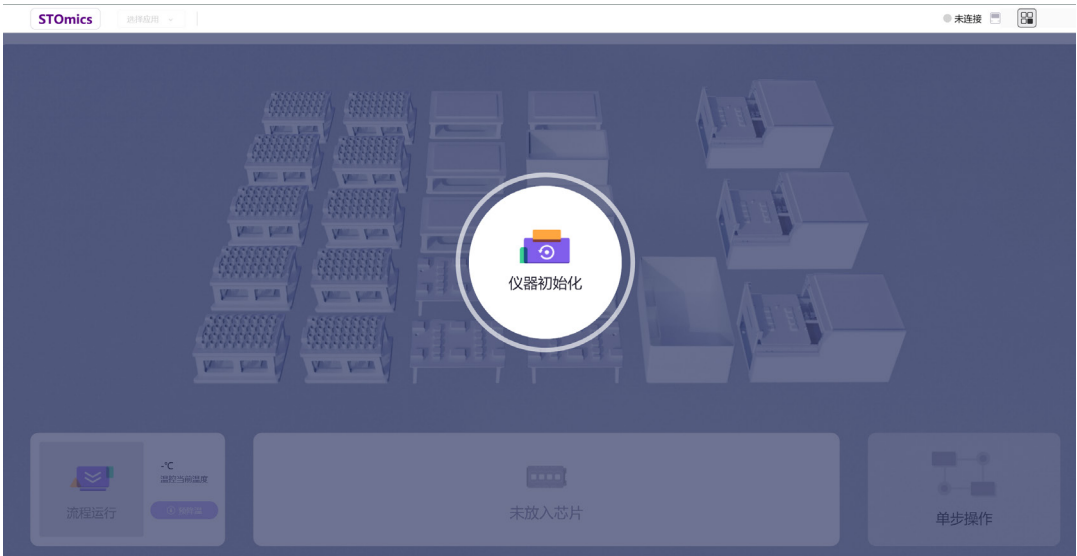

图 3-4 STOmics 软件仪器初始化界面
- 仪器初始化：打开软件后，请点击“仪器初始化”按钮进行系统自检，此过程预计为 **1-2 min**，界面如图 3-4 所示；